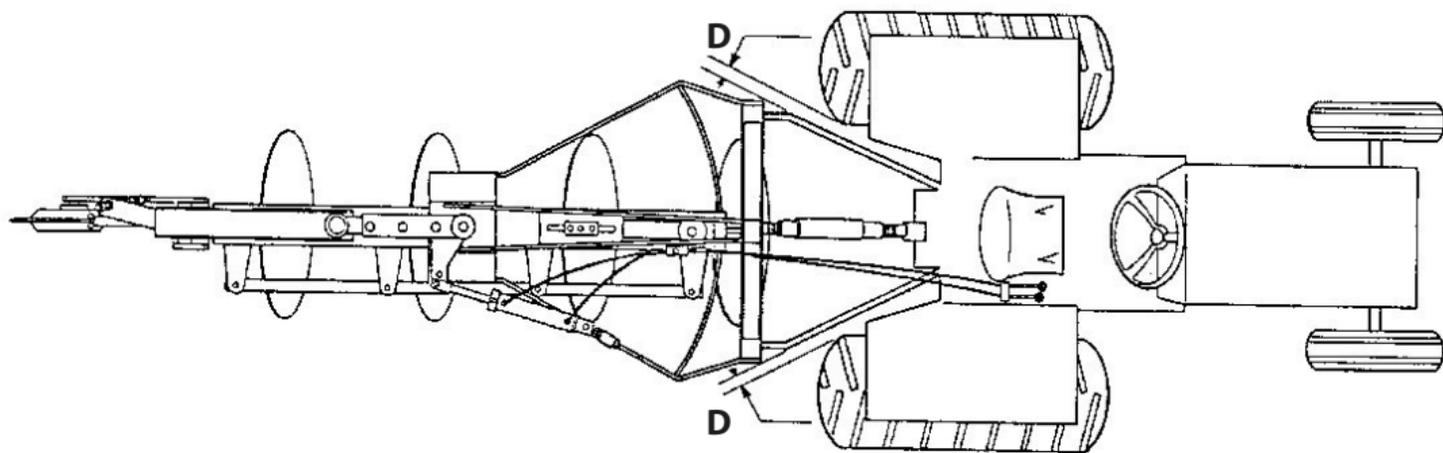

FIGURA 5
**1 - alinhar o engate superior do arado com o 3º ponto do trator; verificando se as distâncias "D" dos braços inferiores do hidráulico são iguais em relação aos pneus do trator, conforme figura 5. Para alinhar, faça-o através dos estabilizadores. Os braços inferiores devem estar nivelados um com o outro.**